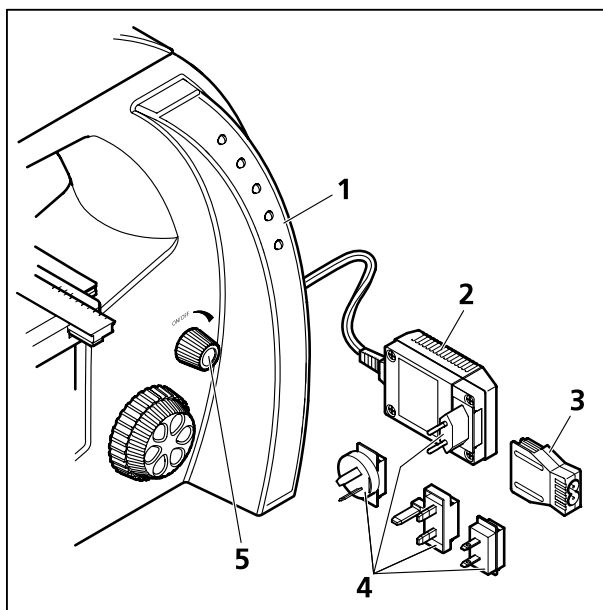

图 5 显微镜启动
- 将插头式电源转换器（图 5/2）从显微镜座架后部的保存架上取出。
- 如需要则将已经安装好的电源转换接头取下，换上随机配备的、适合所在国家通用的电源转换插头（图 5/4）。为此，拔下已安装好的电源转换接头，插装上所需要的电源转接插头。
- 如由于空间不足无法将插头式电源转换器插入插座内，则用本仪器配带的 IEC-转换接头（图 5/3）替换。此时插头式电源转换器即为扁平状，可通过一段本地通用电线与插座相连。
- 通过旋钮（图 5/5）启动显微镜以及设置所需要的光照强度。